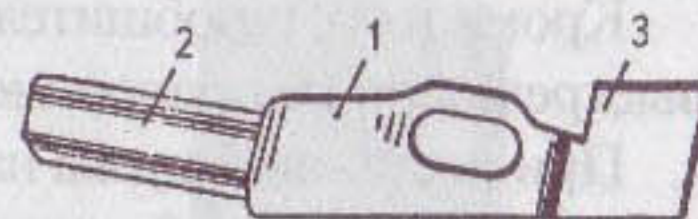

Рис. 154. Разобщитель:
*Разобщитель* (рис. 154) — небольшая, но важная деталь. Он служит для отсоединения спусковой тяги спуска от шептала после нажима на спуск и производства выстрела, для того чтобы курок мог встать на боевой взвод при отходе затвора назад *при нажатом спуске*.
При постановке курка на предварительный (предохранительный) взвод разобщитель поднимается, его стебель (2 на рис. 154) выдвигается вверх из колодки ударно-спускового механизма и не позволяет затвору отойти назад. Так происходит полное предварительное запираание системы.